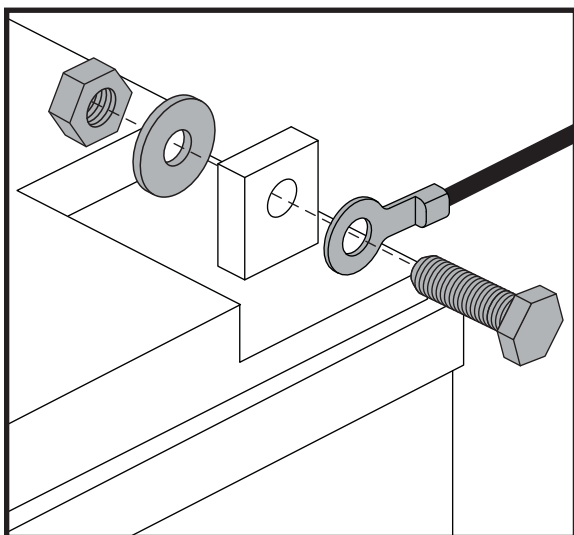

Figure 12. Terminal de la batería hardware
4. Desconecte los cables de batería de los terminales de batería (fig. 12).